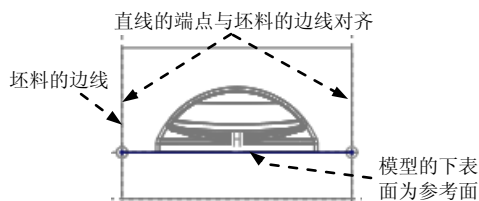
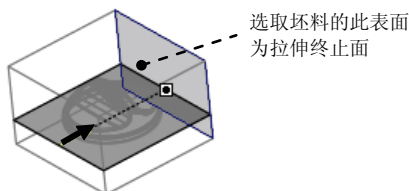

图 11.21 截面草图
图 11.22 选取拉伸终止面
(4) 绘制截面草图。选取图 11.21 所示的坯料的边线和模型的下表面为草绘参考;绘制如该图所示的截面草图(截面草图为一 条线段);完成特征截面的绘制后,单击“草绘”操控板中的“确定”按钮.
(5) 设置深度选项。
① 在操控板中选取深度类型 (到选定的)。
② 将模型调整到图 11.22 所示的视图方位, 选取图中所示的坯料表面(阴影面)为拉伸终止面。